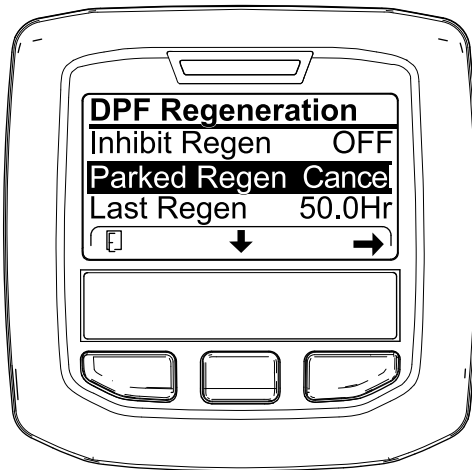
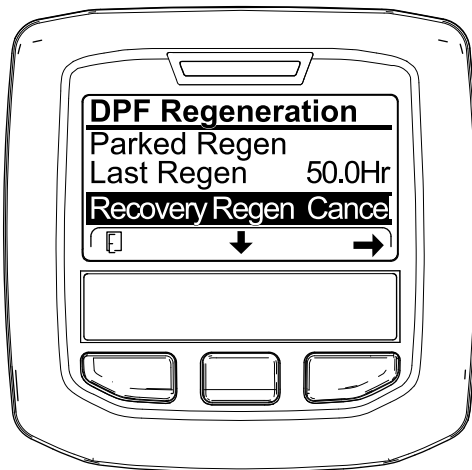

Bild 82
Bild 83
1. Zugreifen auf das Menü für die Regenerierung des Dieselpartikelfilters (**Bild 82**)
2. Drücken Sie die mittlere Taste, um auf die Option PARKED REGEN. CANCEL (**Bild 82**) oder RECOVERY REGEN. CANCEL zu navigieren (**Bild 83**).
3. Drücken Sie die rechte Taste, um den Eintrag „Regen Cancel“ auszuwählen (**Bild 82** oder **Bild 83**).